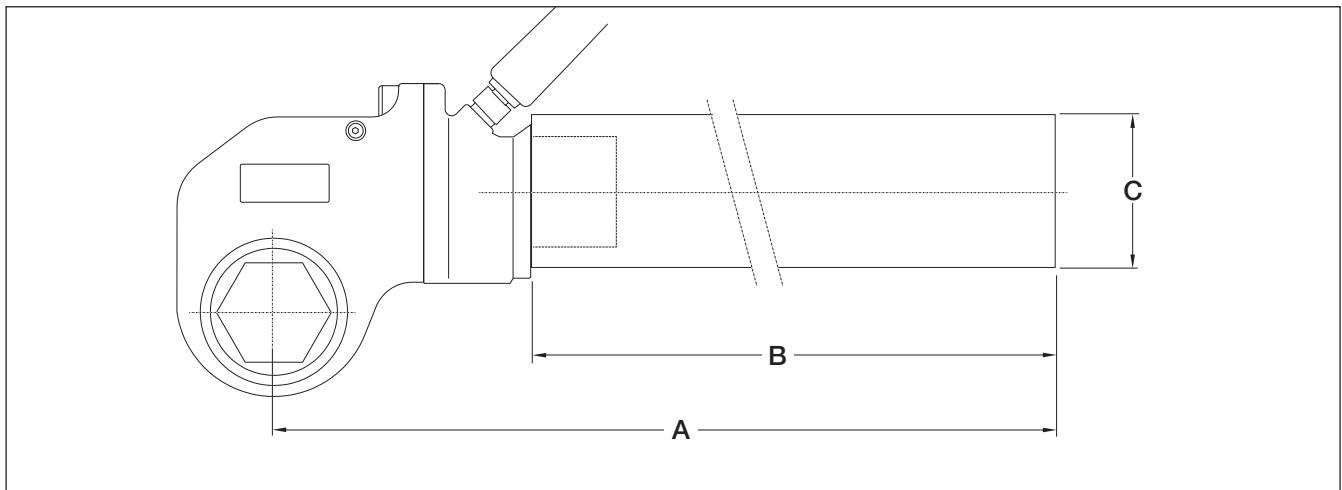

Fig. 7.7-1
7.7 Dimensiones y especificaciones de los tubos de reacción extendidos, serie ERT (véase Fig. 7.7-1 para las ubicaciones de las dimensiones A, B y C)